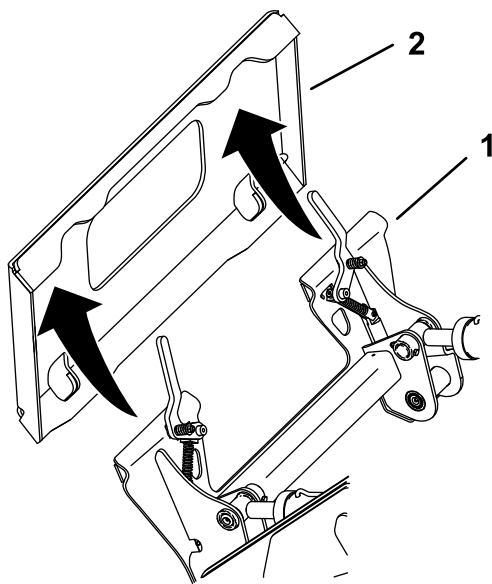

Figura 29
5. Coloque la placa de montaje debajo del reborde superior de la placa receptora del accesorio (Figura 29).